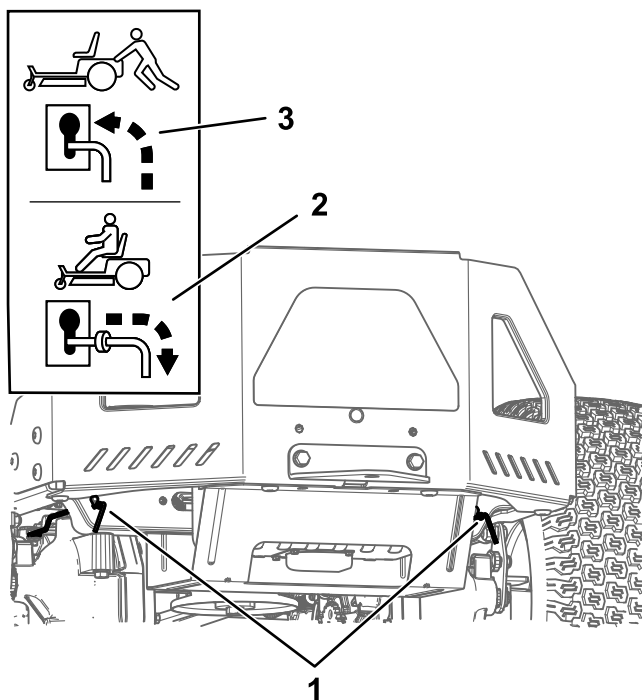

Figure 27
4. Déplacez les deux leviers de dérivation en avant dans la fente, puis vers le bas pour les verrouiller en position (Figure 27).